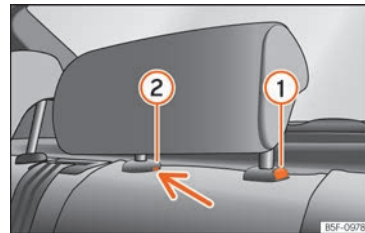

Abb. 159 Hintere Kopfstütze in der Mitte: Entriegelungsstelle.
- Zum Einstellen der Kopfstütze auf eine niedrigere Höhe die Taste ① » Abb. 159 drücken und die Kopfstütze nach unten schieben.
- Drücken Sie die Taste ① » Abb. 159 und gleichzeitig mit einem Schlitzschraubendreher (Breite max. 5 mm) in die Öffnung der Verriegelung ② » Abb. 159 und ziehen Sie die Kopfstütze heraus.